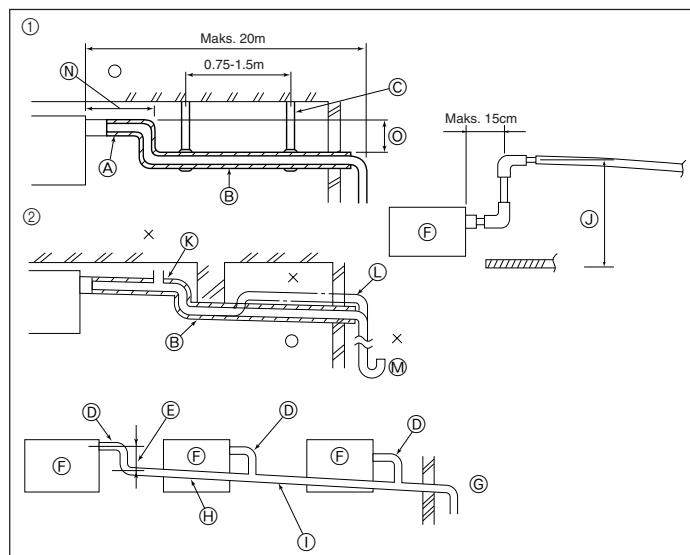

Fig. 3-4
- Her iki uçtaki boru kapağını ③ (15 - 20 mm) verilen bantlarla sıkıştırın ④.
- Ⓒ Bant ④
- Ⓓ Boru kapağı ③
3.3. Drenaj Tesisatı İşleri (Fig. 3-4)